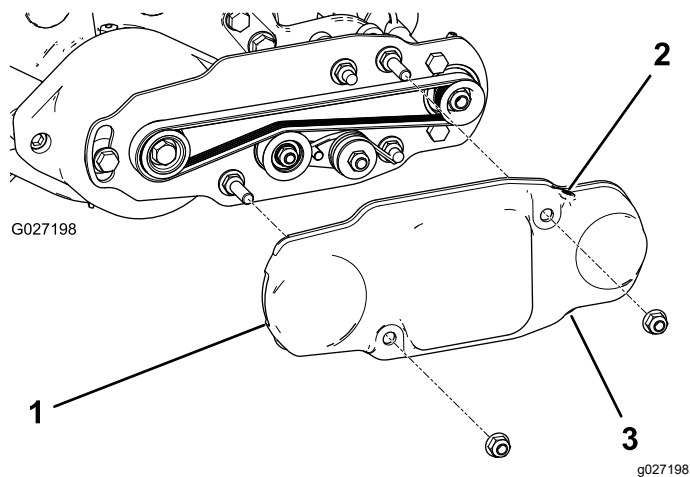

Figure 17
2. Glissez le couvercle de la courroie sur les boulons de montage et fixez-le avec 2 écrous à embase (Figure 17).